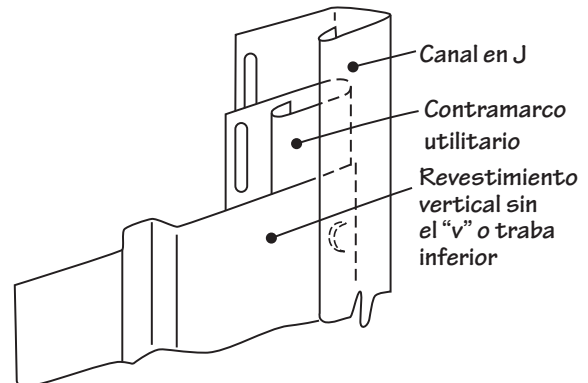

Figura 56.
- Utilice un punzón de cerradura de resorte para crear las lengüetas cada 6" (152mm) a lo largo del borde de corte. Dependiendo de donde ocurre el corte, puede ser necesario instalar un contramarco utilitario dentro del bolsillo receptor de un canal en J, o esquinero; que recibe el revestimiento vertical (Figura 56). También puede ser necesario nivelar el contramarco utilitario hacia afuera, a nivel igual a la cara del revestimiento para mantener una apariencia nivelada.